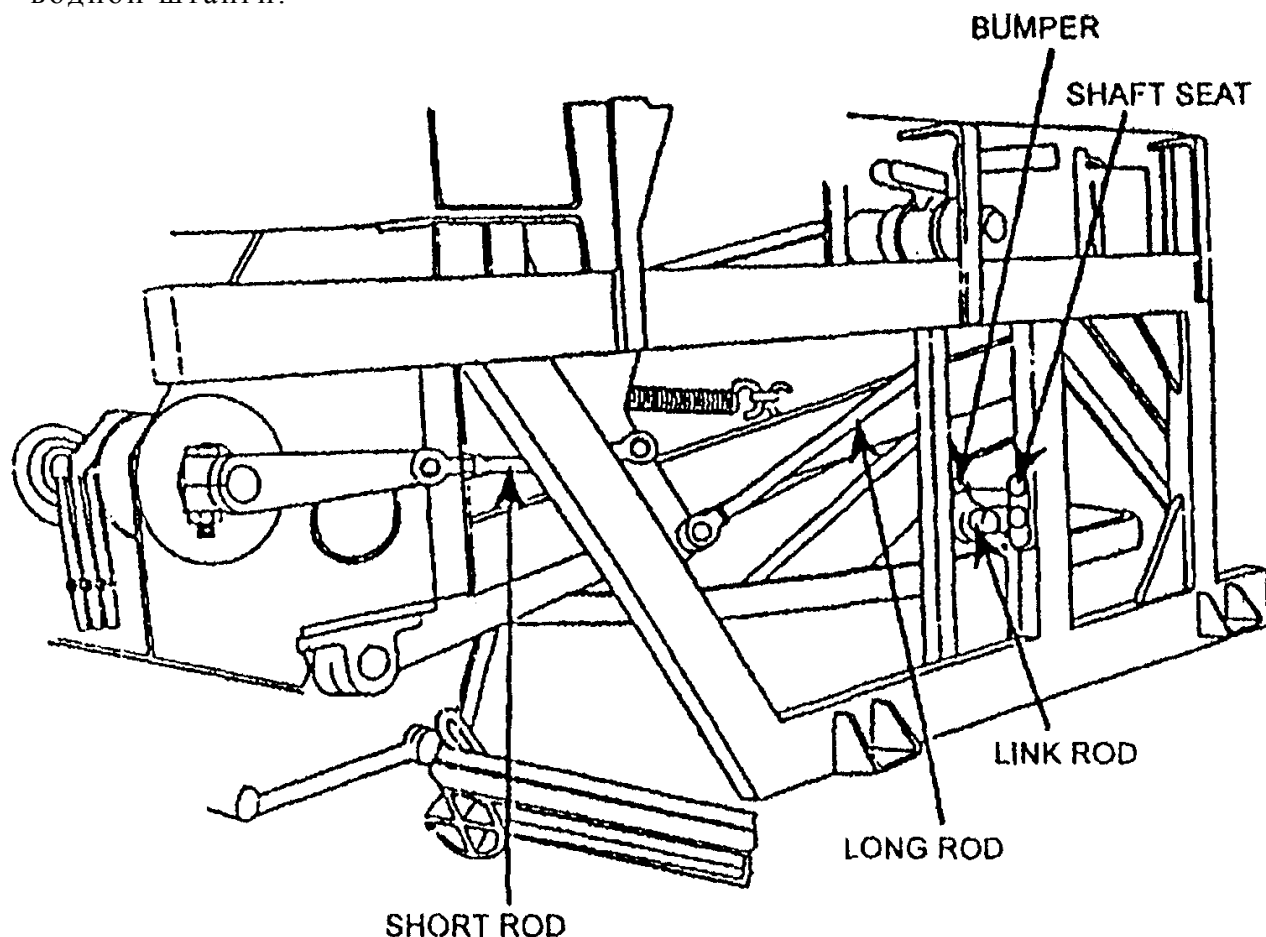

Рисунок 18
3. Отклоните механический захват в положение, когда блокировка отключена, в этот момент зазор между механическим захватом и прокатным желобом должен составлять примерно 19 мм (рис.18).
- (2) Если вы хотите увеличить описанный выше просвет (зазор), для этого нужно увеличить длину соединительной штанги.
- (3) Если вы хотите уменьшить описанный выше зазор, для этого нужно уменьшить длину соединительной штанги.
4. Установите механический захват в положение захвата кегля №5, зазор между штангой механического захвата и кегельной палубой составит при этом примерно 6,55мм (рис.18).